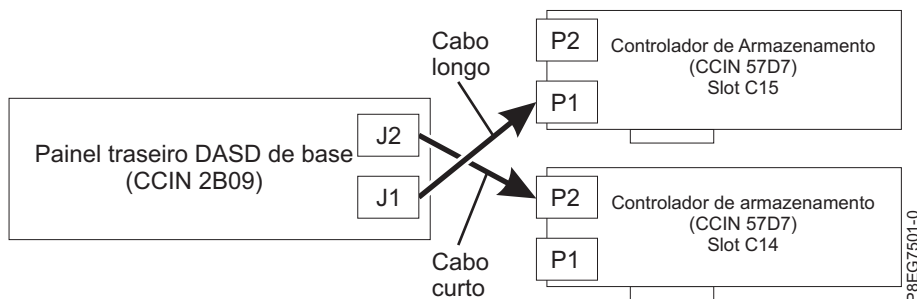

Figura 7. Reconectando o cabo SAS em uma configuração de divisão de disco
- Se houver dois adaptadores internos PCIe3 x8 SAS RAID (CCIN 57D7) (recurso de divisão de disco), o cabo SAS curto conectará o conector do painel traseiro da unidade de disco superior (J2) ao conector P2 no adaptador no slot P1-C14. O cabo SAS longo conectará o conector do painel traseiro da unidade de disco inferior (J1) ao conector P1 no adaptador no slot P1-C15. Consulte o Figura 7.